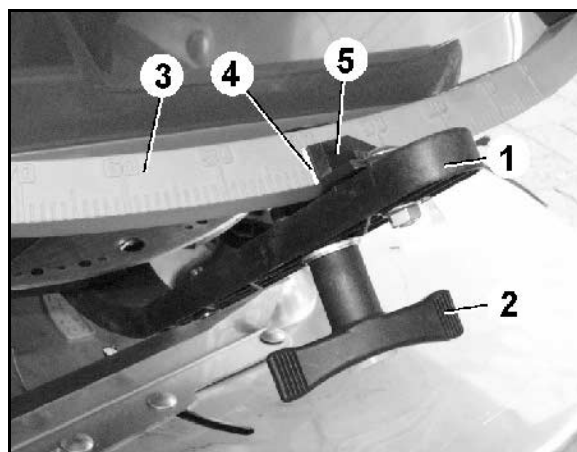

Рис. 57
2. Открутите барашковую гайку (Рис. 57/2).
3. Найдите требуемое положение заслонки по шкале (Рис. 57/3).
4. Установите указатель (Рис. 57/4) от стрелки регулировочного рычага (Рис. 57/5) на значение шкалы.
5. Снова затяните барашковую гайку (Рис. 57/2).